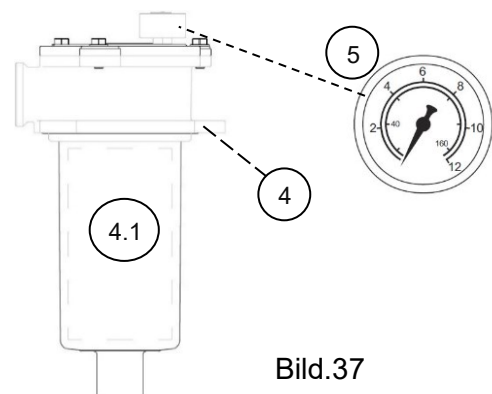

Bild.37
Returfilter (4) har en utbyttbar insats (4.1 – art.nr. **HR10035**) som skall bytas vid samtliga oljebyten eller när trycksindikator (5) visar max 1.5 Bar – se Bild.37.